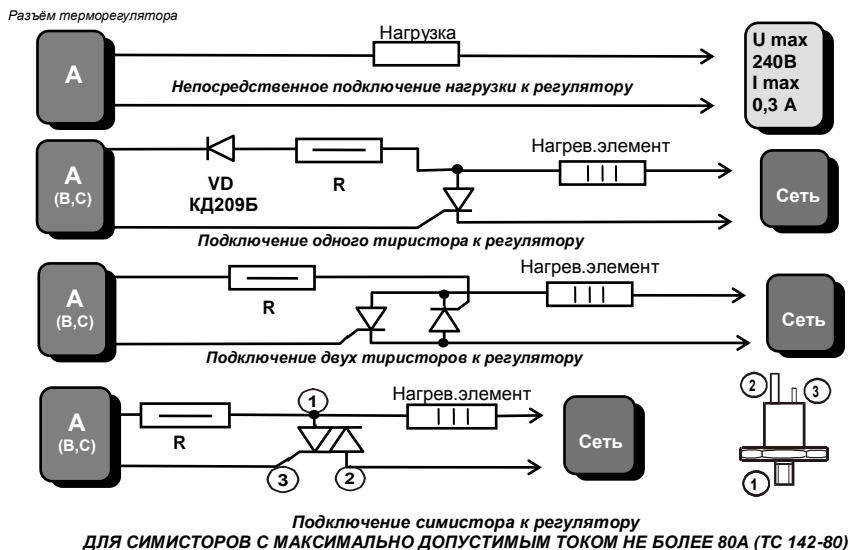

Рис.2. Схемы подключения регулятора ТП702
- 6.7. Нагрузку или внешний тиристорный (симисторный) преобразователь подключите в соответствии с рис.2.
- 6.8. Аварийные выходы "1,2" и "3,4" подключите аналогично одной из схем на рис.2 в зависимости от тока нагрузки. Максимальное переменное напряжение для этих выходов 240 В.